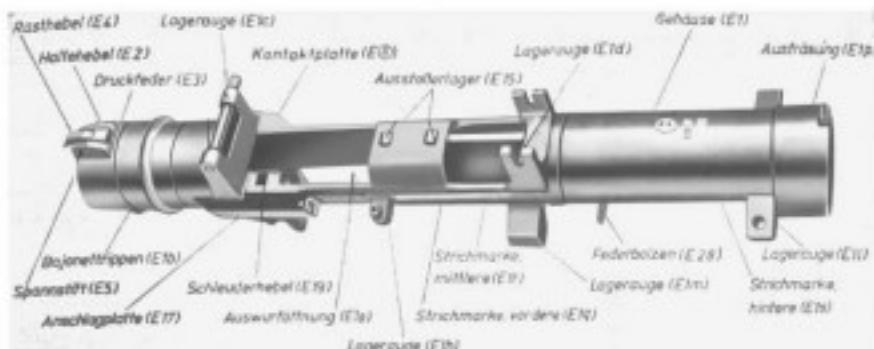

Abb. 11: Gehäuse (E)
E. Gehäuse (E)
Das Gehäuse (E) dient zur Lagerung der Waffe in der Lafette. Mit ihm sind alle Hauptteile der Waffe verbunden. Im Gehäuse wird der Verschluß (B) beim Vor- und Rücklauf geführt Abb. 11).